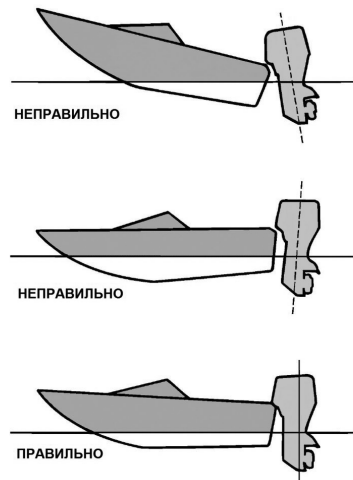

Рис. 38 Установка угла дифферента
- Положение штока изменения наклона нужно регулировать так, чтобы на максимальной скорости лодка шла параллельно поверхности воды (Рис. 38). Расположите груз и пассажиров в лодке так, чтобы равномерно распределить вес.